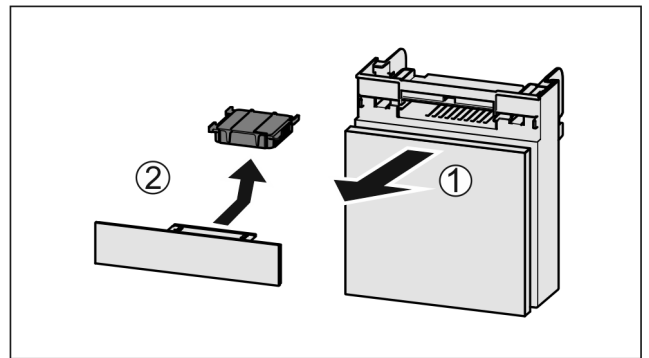

Fig. 39
- ▶ Extraire le compartiment par l'avant Fig. 39 (1).
- ▶ Sortir le filtre à charbon actif Fig. 39 (2).